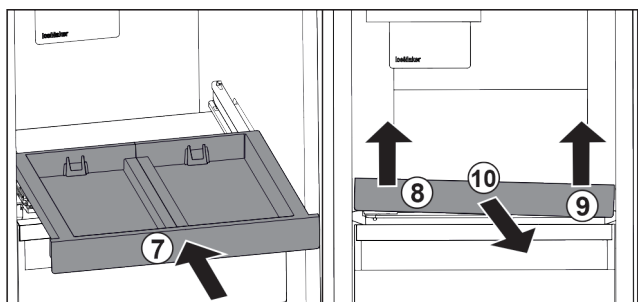

Fig. 101
- ▶ Inserire il ripiano estraibile. Fig. 101 (7)
- ▶ Sollevare il ripiano estraibile dalla parte anteriore a sinistra. Fig. 101 (8)
- ▶ Sollevare il ripiano estraibile dalla parte anteriore a destra. Fig. 101 (9)
- ▶ Rimuovere il ripiano estraibile tirandolo in avanti. Fig. 101 (10)